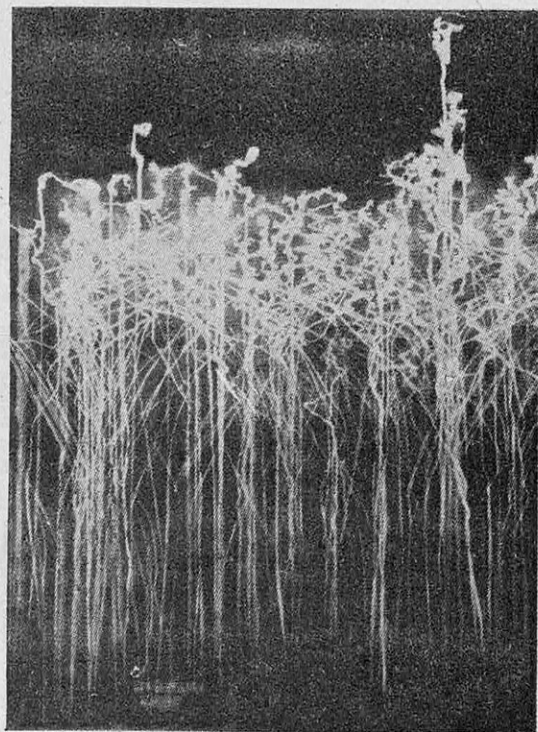

FIG. 15. — PSEUDOCROISSANCE DUE A DES RÉACTIONS CHIMIQUES : PRÉCIPITÉS DE SILICATE DE FER
**Le mouvement.** — Le monde minéral nous montre des exemples curieux de mouvements qui rappellent étrangement ce que nous avons vu dans le monde animal (fig. 15).